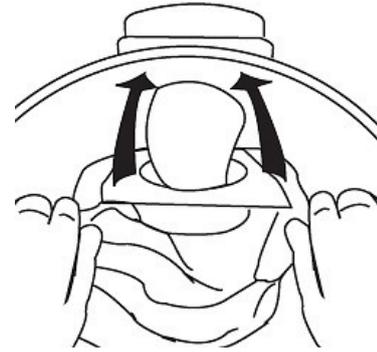

Fig.8: Insertar filtro de papel
Paso 1: Retire el filtro de poliéster y, si es necesario, el papel por filtro (Fig.8,10) del contenedor.